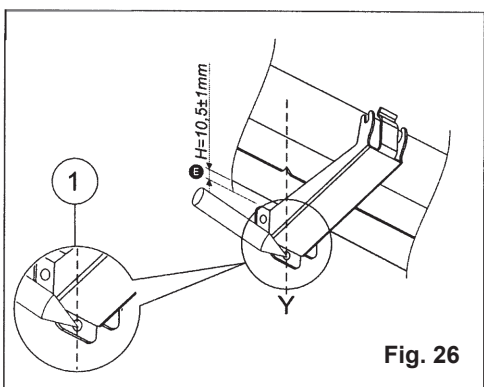

Fig. 26
- 5) **Fig. 26** - Allineare la staffa per apertura vasistas con la mezzeria della finestra utilizzando, come riferimento, il foro centrale delle viti di fissaggio e posizionando la staffa per apertura vasistas ad una quota **E** (v. Fig. 6b) e segnare i punti di foratura;